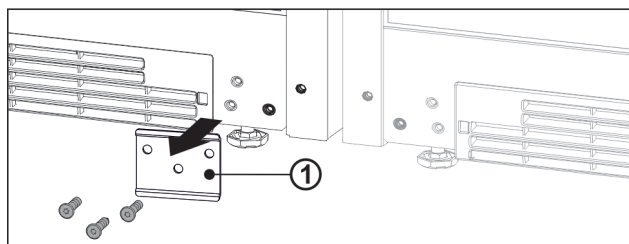

Fig. 13
- Si la chapa Fig. 13 (1) está instalada, se debe desatornillar.